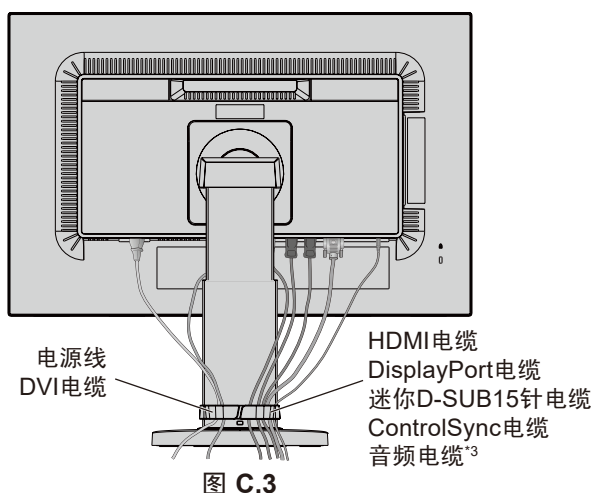
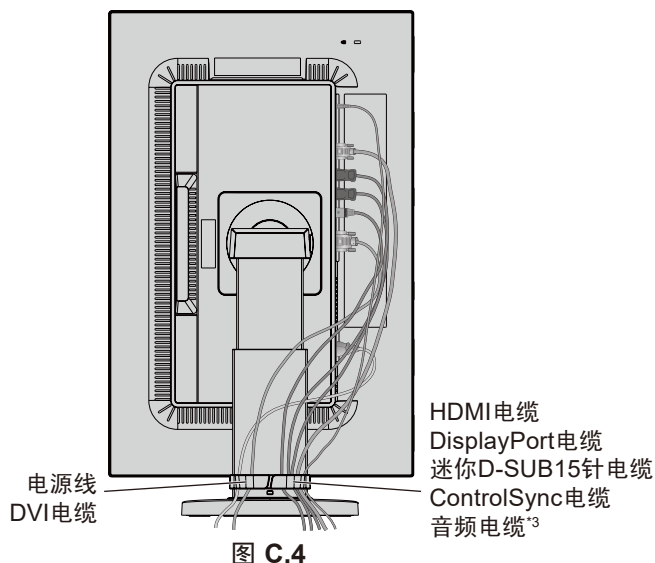

图 C.3
图 C.4
- 将缆线牢固均匀地置于缆线支架中 (图 C.3 和 图 C.4)。